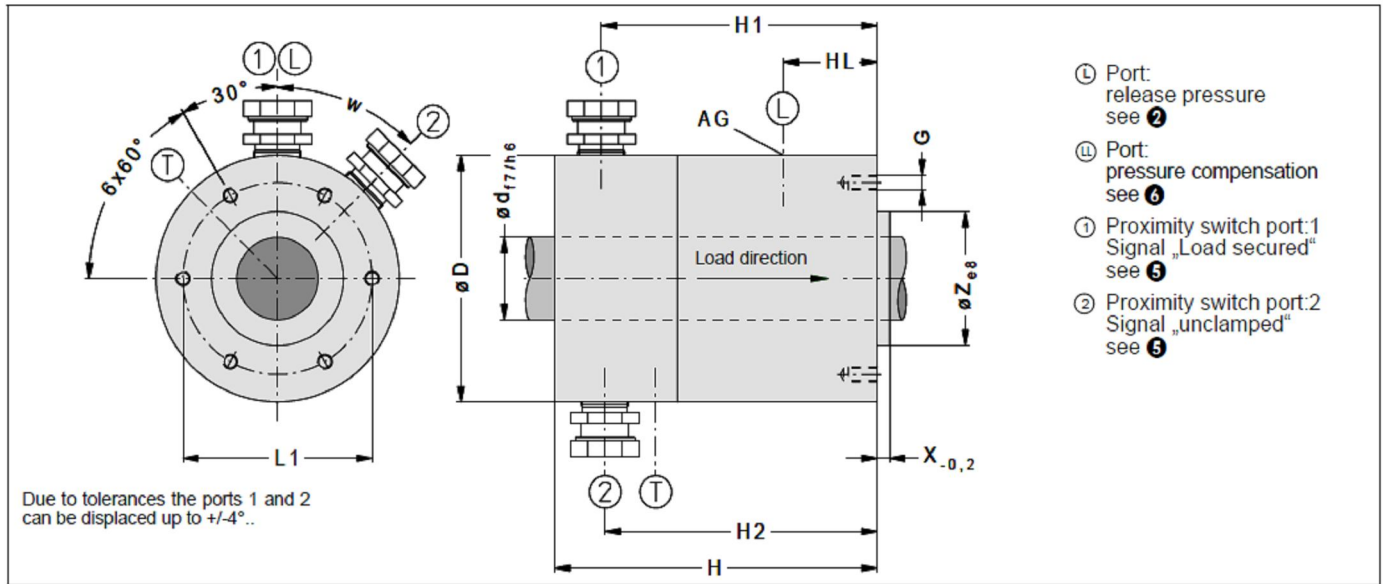

Fig. 1: Dimensions Safety Lock KRGP (CAD-Files download at www.sitema.com)
① M은 KRGP의 허용하중으로 Fig1과 같이 하중방향의 반대로 제동력이 발생하기 때문에 하중이 2M를 초과할 경우 기구가 손상될 수 있다.